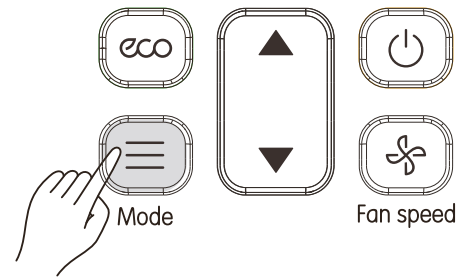

fig. 12
1) Premere (vedi "fig. 12"). Lo schermo del display mostra la modalità operativa;